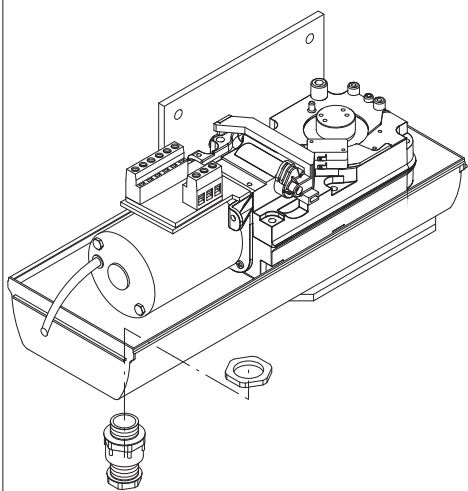

Fig. 12
- Posizionare le camme riferimento fine corsa "R-FC1" e "R-FC2" come indicato in Fig. 12, senza fissare le viti di bloccaggio.